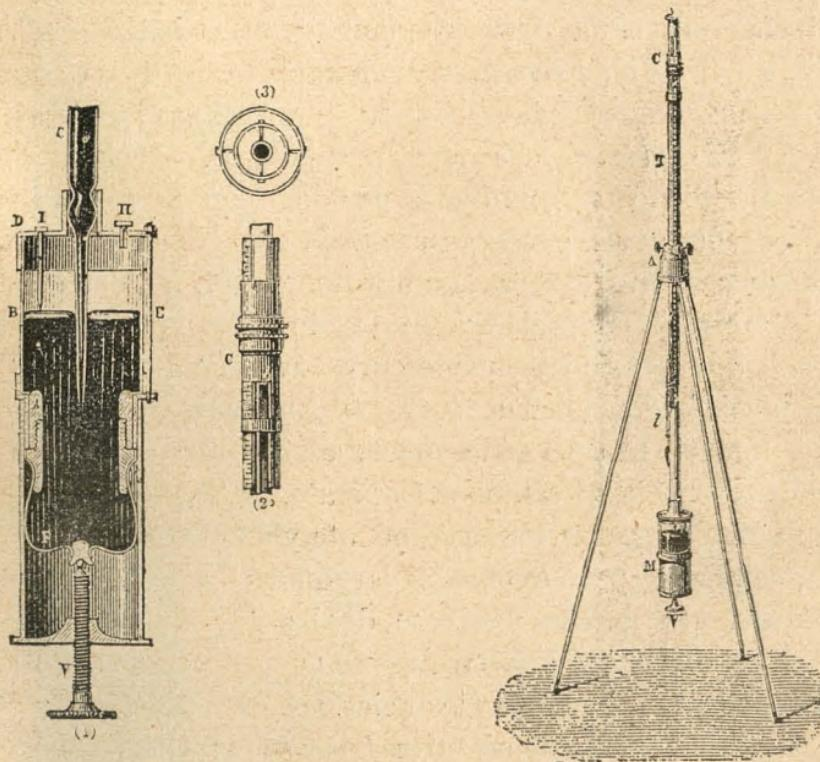

Fig. 50.—Barómetro de Fortin.
2.o *Barómetro de Fortin*.—En el barómetro de Fortin el fondo de la cubeta está formado (fig. 50) por una piel de gamusa *F* que un tornillo *V* puede alzar ó bajar. En